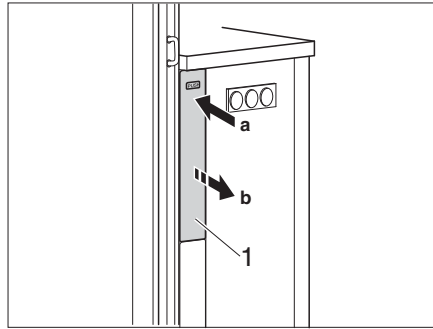

Bild 121 Verbreiterung lösen
- Auf die Blende (Bild 121,1) der Verbreiterung drücken. Die Verbreiterung wird gelöst.
- Verbreiterung (Bild 121,1) in den Küchenaufbau schieben, bis sie einrastet.